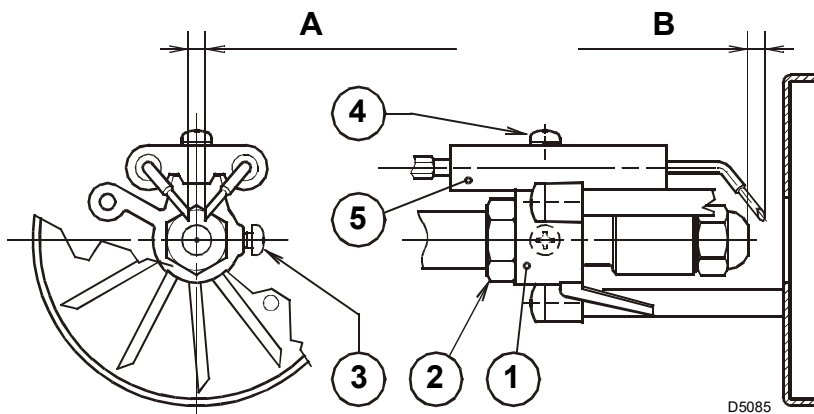

Fig. 11
Le misure in Fig. 11 devono essere rispettate.
- appoggiare il gruppo supporto elica 1)(Fig. 11) al portaugello 2)(Fig. 11) e bloccare con la vite 3)(Fig. 11).
- Per eventuali aggiustamenti del gruppo elettrodi 5) allentare la vite 4)(Fig. 11).
- Sfilare i cavetti 4) dagli elettrodi, allentare la vite 3)(Fig. 11) ed estrarre il gruppo supporto elica 7) dal gruppo portaugello 1).